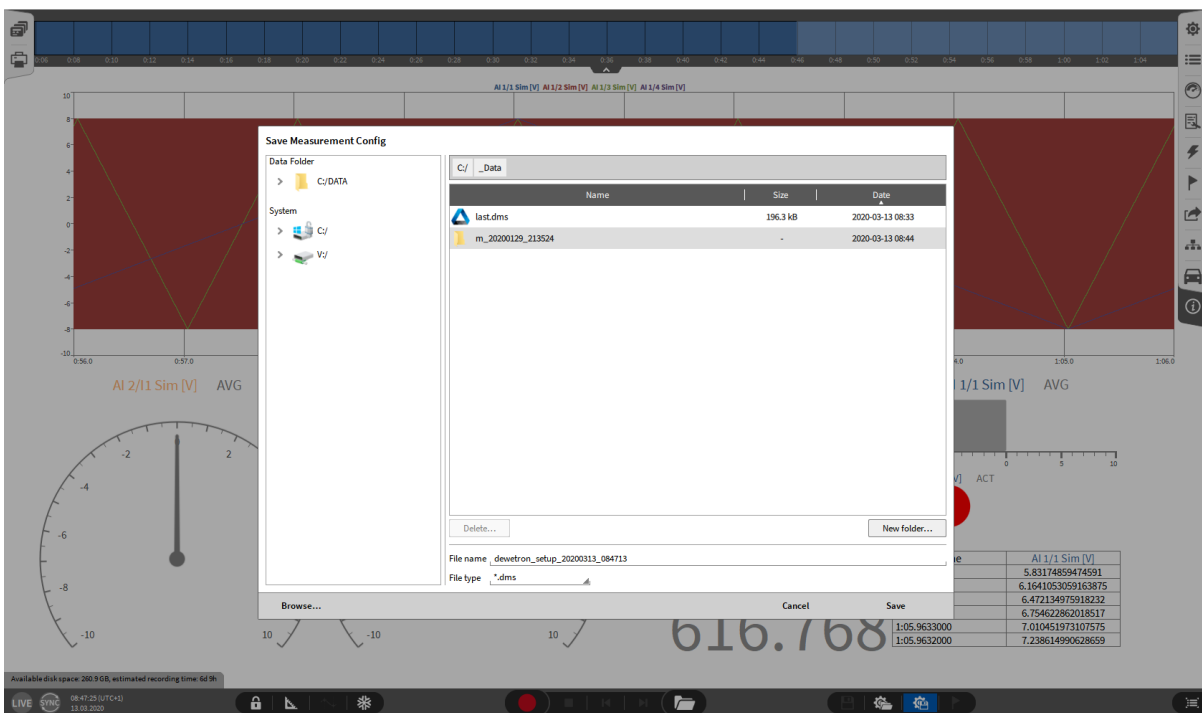

Abb. 3.11: Speichern einer Setup-Datei
1. Tippen oder linksklicken Sie auf den Zahnrad- und Disketten-Button in der Aktionsleiste (siehe Abb. 3.11 oder 15 in Abb. 3.5).